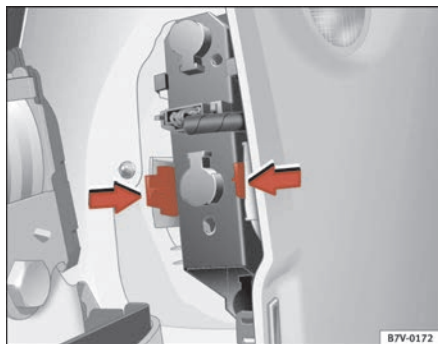

Abb. 164 Rücklichter an der Karosserie
- Drücken Sie die seitlichen Laschen in Pfeilrichtung ⇒ Abb. 164.